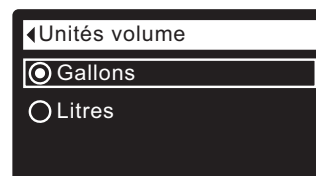

FIG. 61
5. Appuyez sur le sélecteur (O) pour afficher le menu des unités de volume (cf. Figure 61).
6. Si le cercle à gauche de l'unité souhaitée a déjà un point (cf. Figure 61), passez à l'étape 7. Sinon, appuyez sur le bouton BAS (▼) ou HAUT (▲) pour passer à l'autre unité, puis sur le sélecteur (O) pour confirmer votre choix.
7. Appuyez sur le sélecteur (O) : l'afficheur revient au menu des préférences utilisateur.